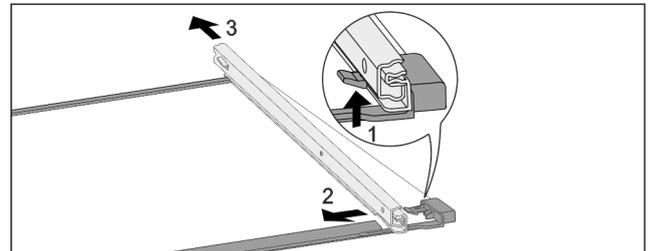

Fig. 205 Glasplatte mit Schienen
- ▶ Vorderen Rasthaken nach oben drücken. Fig. 205 (1)
- ▶ Auszugsschiene zur Seite Fig. 205 (2) und nach hinten Fig. 205 (3) wegschieben.